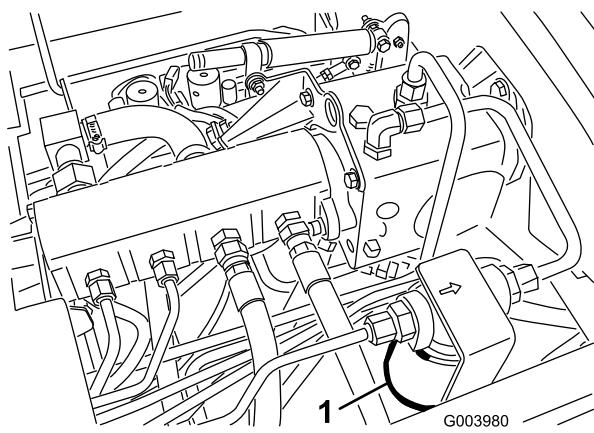
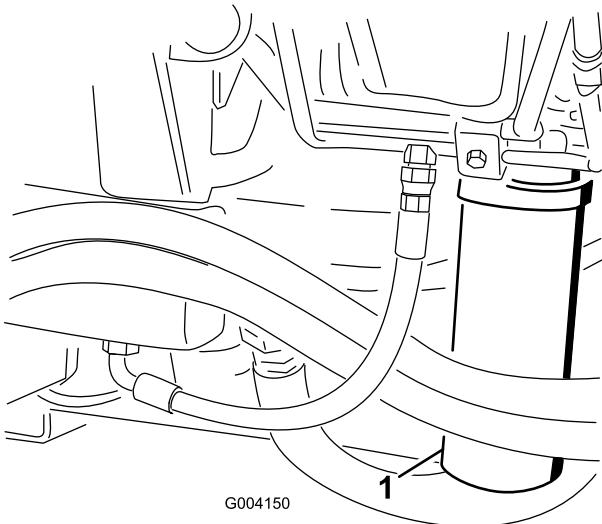

Figure 53
Figure 54
2. Nettoyez la surface autour de la zone de montage du filtre et placez un bac de vidange sous le filtre (Figure 53) et (Figure 54).